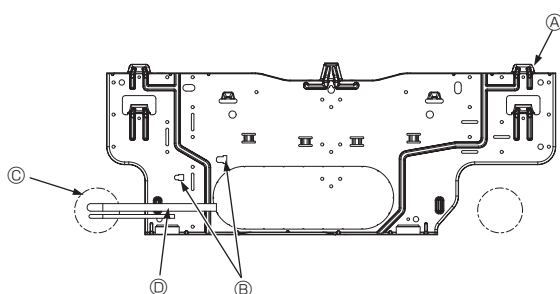

Fig. 3-5
- Ⓓ Tornillos de fijación (4 × 25) ②
- Ⓕ Placa de montaje ①
3.3. Cuando coloque los tubos en la pared (Fig. 3-5)
- Ⓐ Placa de montaje ①